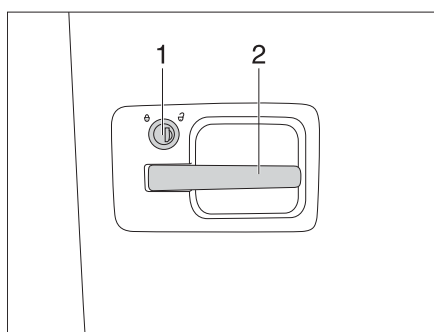
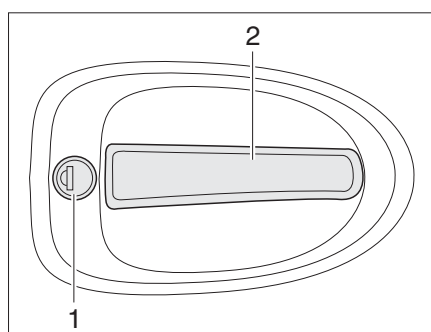

Fig. 20 Cerradura de la puerta, en el exterior
Fig. 21 Cerradura de la puerta, en el exterior
- Introducir la llave en el cilindro de cierre (Fig. 20,1 y Fig. 21,1) y girar en sentido de las agujas del reloj hasta que esté desbloqueada la cerradura de la puerta.
- Tirar del tirador de la puerta (Fig. 20,2 y Fig. 21,2). La puerta está abierta.
- Introducir la llave en el cilindro de cierre (Fig. 20,1 y Fig. 21,1) y girar en sentido de las agujas del reloj hasta que esté bloqueada la cerradura de la puerta.